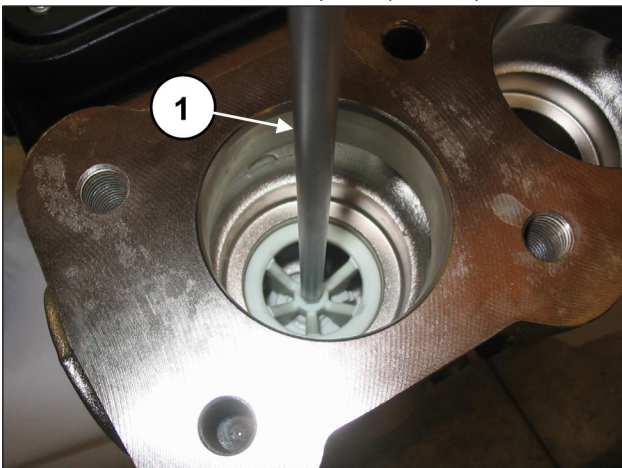

Abb. 83
Ziehen Sie das Distanzstück der Ventilführung durch einen 8 mm Sechskantschlüssel heraus (Pos. ①, Abb. 83).